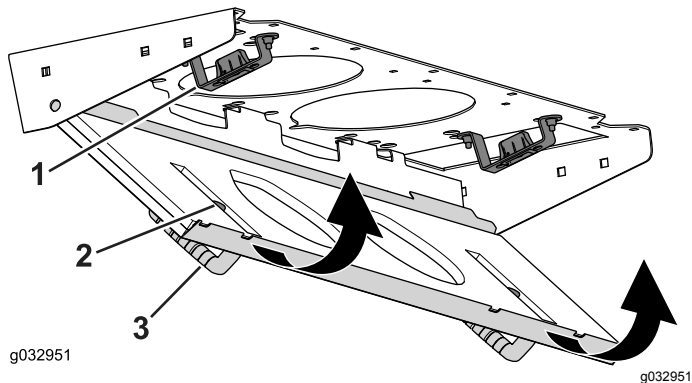

Bild 135
4. Drehen Sie das Filtersieb um die Nasen, bis der Riegel in der Riegelbefestigung einrastet (Bild 135).